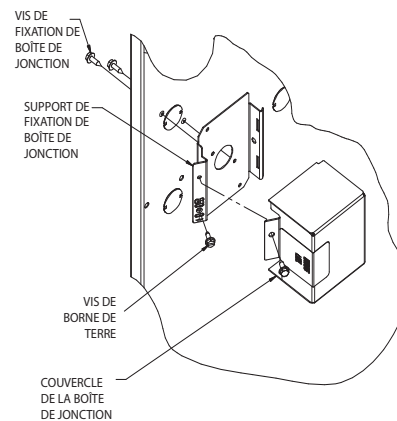

Figure 34 – Installation d'une boîte de jonction (le cas échéant) (l'apparence peut varier)
Le couvercle, le support de fixation et les vis de la boîte de jonction se trouvent dans le sac de pièces détachées inclus avec la chaudière. Consultez la Figure 34 pour connaître les emplacements de montage de la boîte de jonction.
1. Posez le support de fixation de la boîte de jonction à l'intérieur du caisson de chaudière (consultez la Figure 34).
5. Raccordez le fil de mise à la terre du site et le fil de mise à la terre installé en usine à la vis verte de mise à la terre qui se trouve sur le support de fixation de la boîte de jonction, comme illustré à la Figure 34.
7. Fixez le couvercle de la boîte de jonction de la chaudière au support de fixation avec les vis fournies dans le sac de pièces détachées. Attention de ne pas pincer les fils entre le couvercle et le support de fixation (consultez la Figure 34).
4. Raccordez le fil de mise à la terre du site et le fil de mise à la terre installé en usine à la vis verte de mise à la terre qui se trouve sur le support de fixation de la boîte de jonction, comme illustré à la Figure 34.